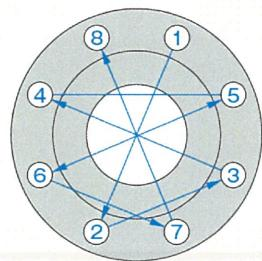

図7. 対角締め手順
- ① 図7のように、対角位置にあるボルトを順番に締め付ける。
- ② 締付トルクは段階的に増加させ、（例えば目標締付トルクの10% → 20% → 60% → 100%）均等に締め付ける。
- ③ フランジ面間の・間をノギスなどで対角に4箇所測定し、片締めしていないか確認する。